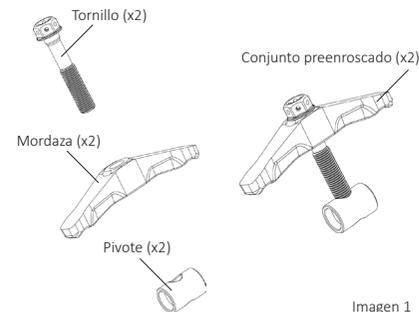

Imagen 1
- Introduzca cada tornillo en el orificio de cada una de las mordazas superiores, quedando orientadas las cabezas de los tornillos en las partes planas superiores de cada mordaza. **Imagen 1.**
- Preenrosque minimamente cada tornillo con su cilindro pivote roscado correspondiente para obtener 2 conjuntos solidarios tornillo-mordaza-pivote preenrosados. **Imagen 1.**